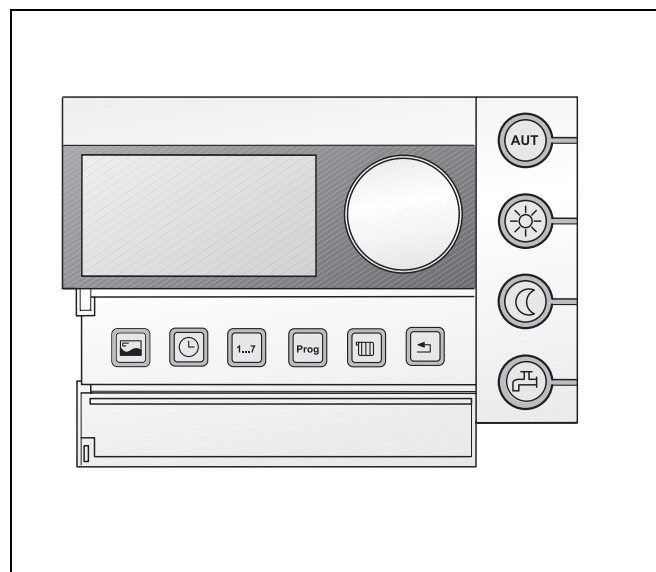

Рис. 19 Блок управления помещения RC30
- Выполнить установки на блоке управления помещения (например, RC30, см. рис. 19).